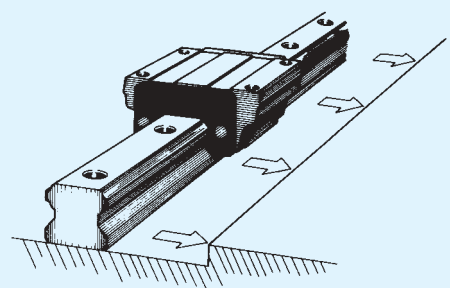

Abb. 7 Führungsschiene gegen Bezugsseite drücken
② Die Führungsschiene vorsichtig auf das Maschinenbett legen, die Befestigungsschrauben einsetzen und leicht anziehen, bis die Führungsschiene an der Montagefläche fest anliegt. Dabei muss die Markierung der Führungsschiene zu der Bezugsseite des Maschinenbettes weisen (siehe Abb. 7).